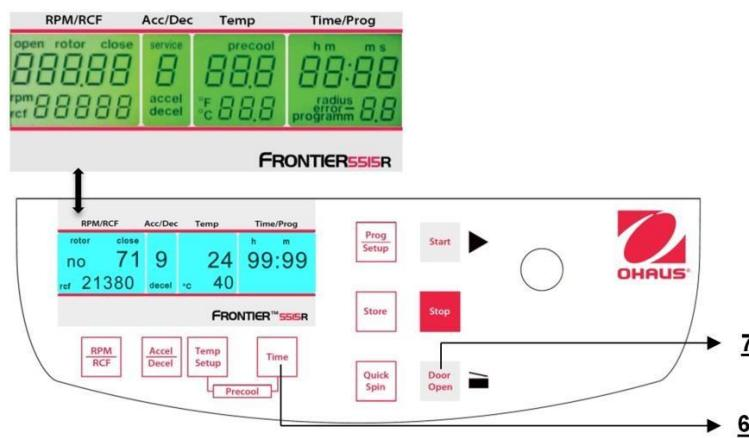

Figure. 32
La centrifugeuse étant hors tension, appuyer simultanément sur les touches "Time"(6) et "Door Open" (7), et mettre la centrifugeuse sous tension avec le commutateur principal. Relâcher les deux touches ; il en résultera l'exécution d'un test de l'affichage pendant environ 5 secondes. Tous les indicateurs apparaîtront simultanément (voir la figure 32).